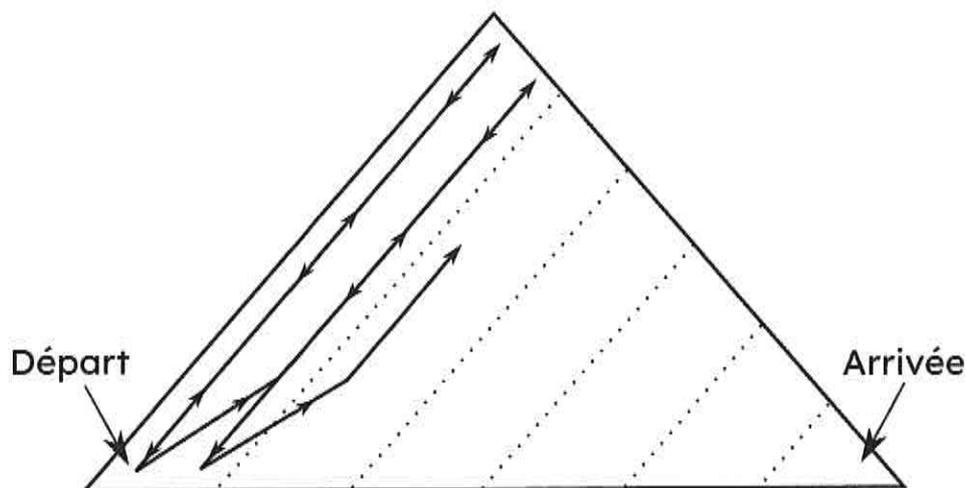

Figure 5 : parcours du robot pendant le nettoyage d'une face de la pyramide
Le parcours du robot pour nettoyer une seule face est présenté à la figure 5. Ainsi, le robot alterne les phases de montée et de descente :
- la distance totale parcourue par le robot sur une face de la pyramide (représentée à la figure 5) vaut $d_{\text{face}} = 1200 \text{ m}$,
QB.2. Compte-tenu du trajet présenté à la figure 5 et de l'hypothèse faite précédemment, **indiquer** si la durée totale de nettoyage sera plus courte ou plus longue que le résultat de la question B.1. **Justifier** votre réponse.